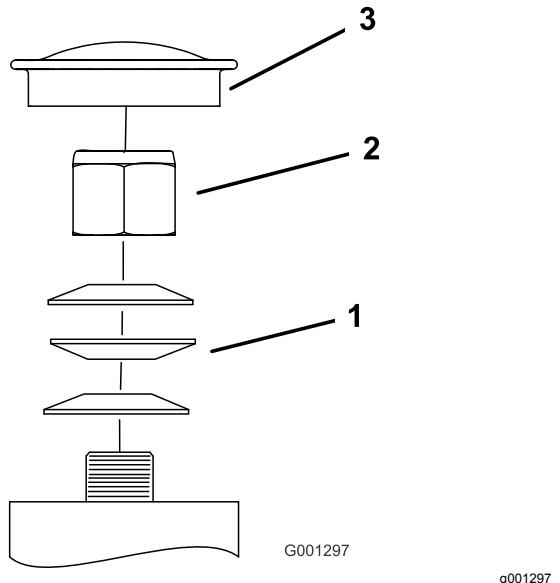

Figura 57
3. Retire el tapón guardapolvo de la rueda giratoria y apriete la contratuerca (Figura 57).
4. Apriete la contratuerca hasta que las arandelas de muelle estén planas, luego afloje la contratuerca  $\frac{1}{4}$  de vuelta para establecer la pre-carga correcta de los cojinetes (Figura 57).
**Importante:** Asegúrese de que las arandelas de muelle están correctamente instaladas, según se muestra en Figura 57.
5. Coloque el tapón anti-polvo (Figura 57).